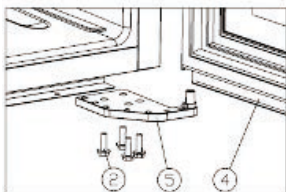

Imagen 3
- Retire la tapa ①. [Imagen 3]